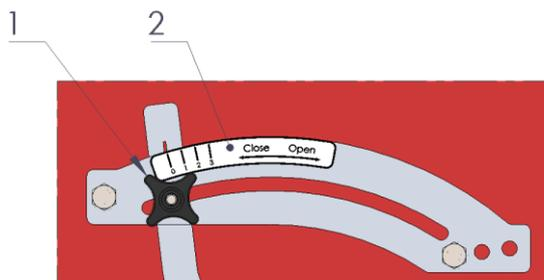

Figure 4a
3. La valve de l'élément semeur peut être ajustée à la taille de la graine qui sera semée. Dans le cas de semences de gazon fines, la vanne de l'élément doit être complètement fermée. Le pignon emporte alors la graine avec lui. Dans le cas de graines plus grosses, l'espace entre la roue dentée et la valve n'est pas assez grand pour permettre le passage des graines. C'est pourquoi la valve doit être ouverte davantage lorsque la graine est plus grosse. Le réglage de la taille de l'ouverture peut être effectué à l'aide de la poignée de réglage de la vanne. Le levier peut être réglé en dévissant le bouton étoile (1), en sélectionnant la position souhaitée à l'aide de l'autocollant indicateur (2) et en revissant le bouton étoile. (voir **figure 4a**)